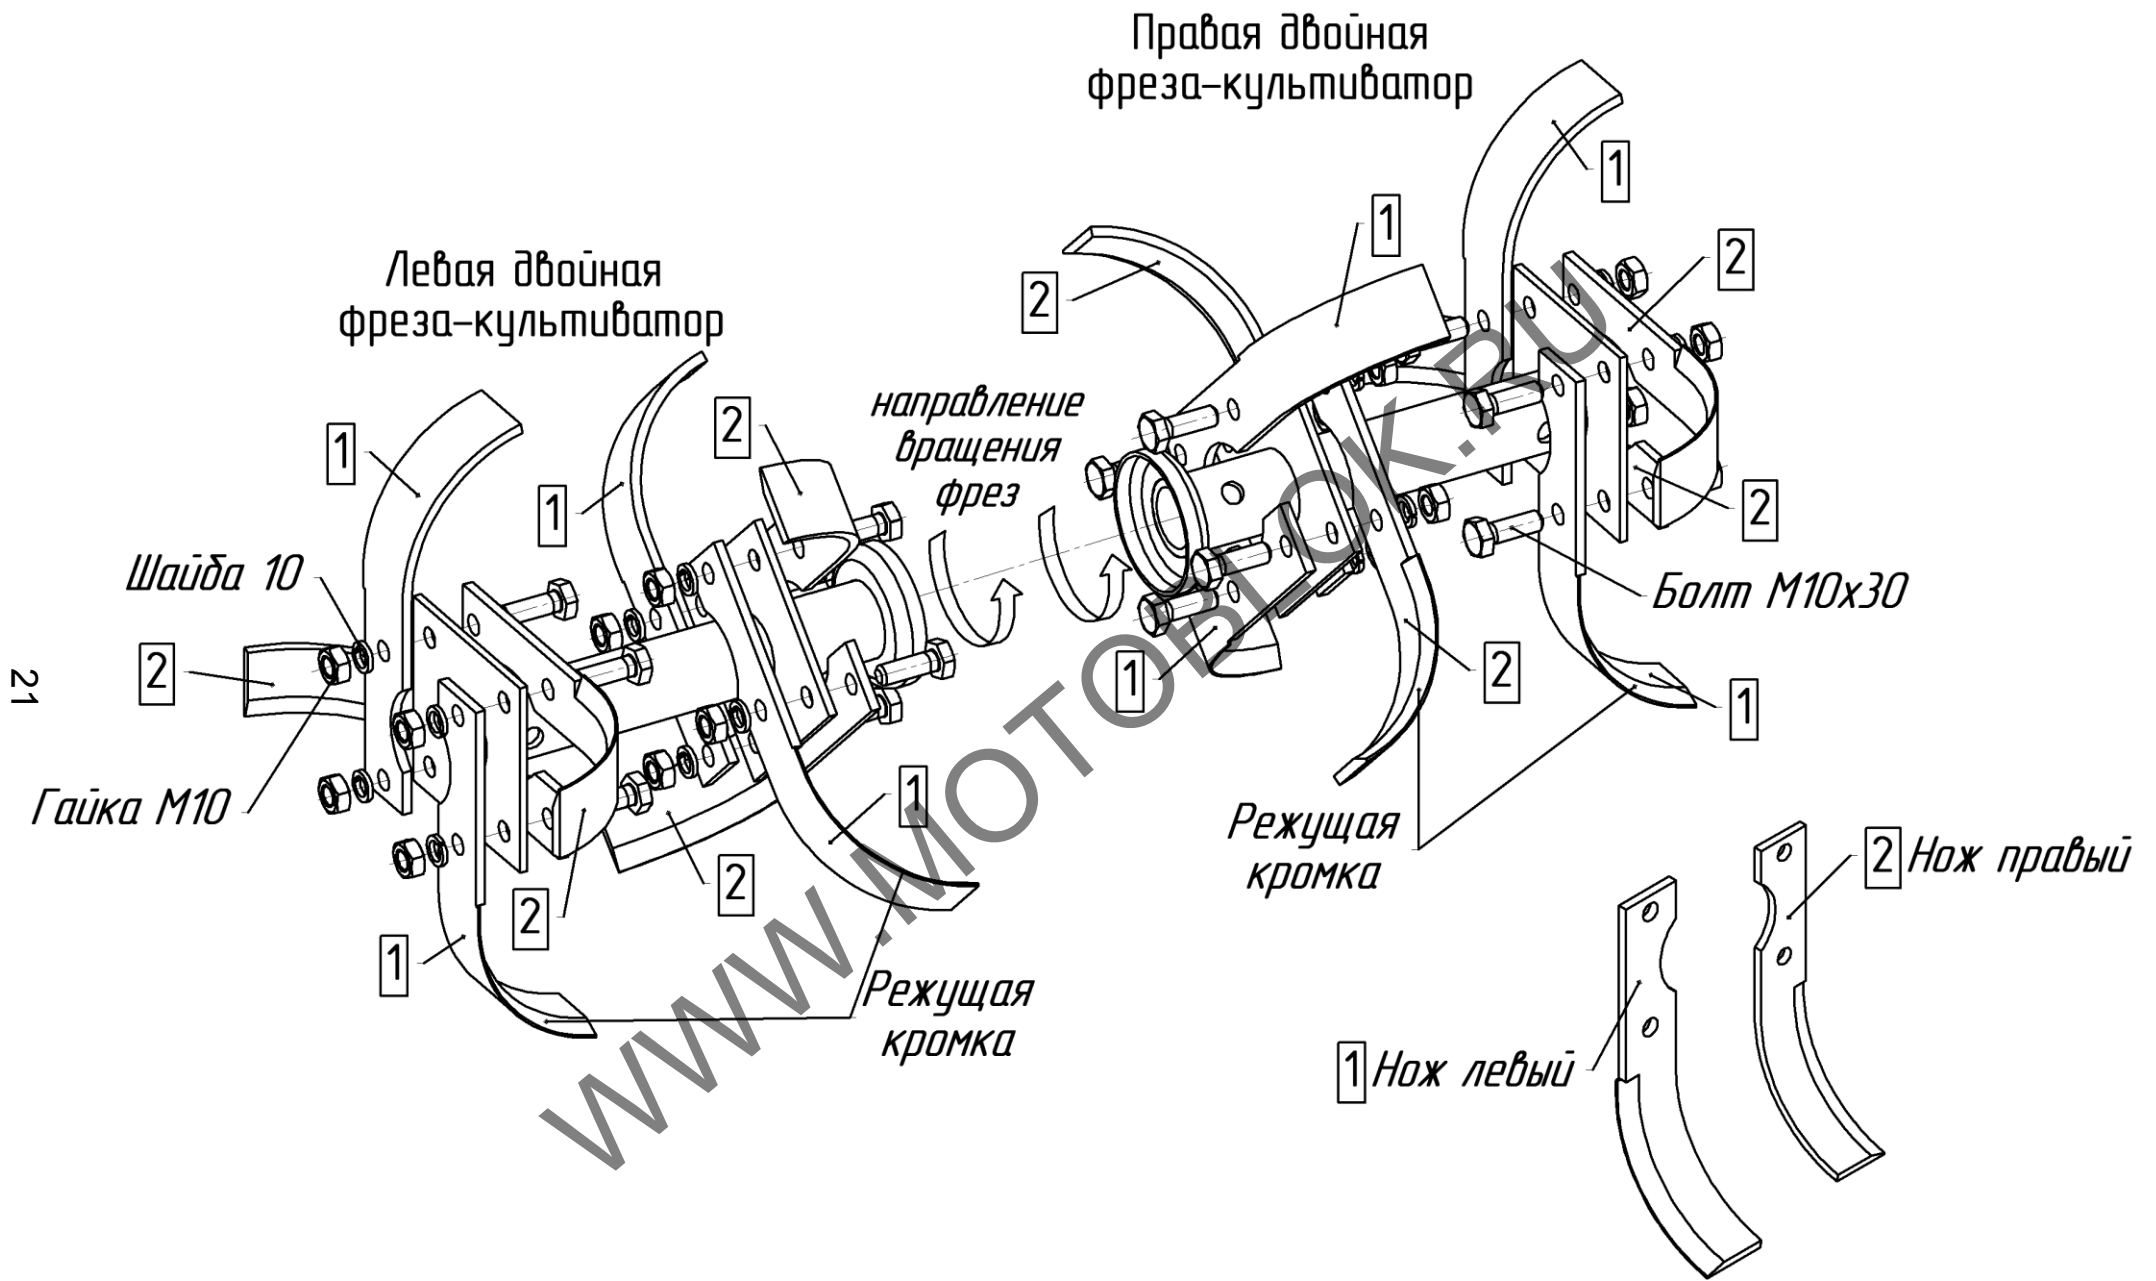

Рис.9 Схема сборки двойных фрез-культиваторов
7. Собрать фрезы-культиваторы в соответствии с рис.9, 10, 11.
Соберите фрезы-культиваторы как показано на рис.9.